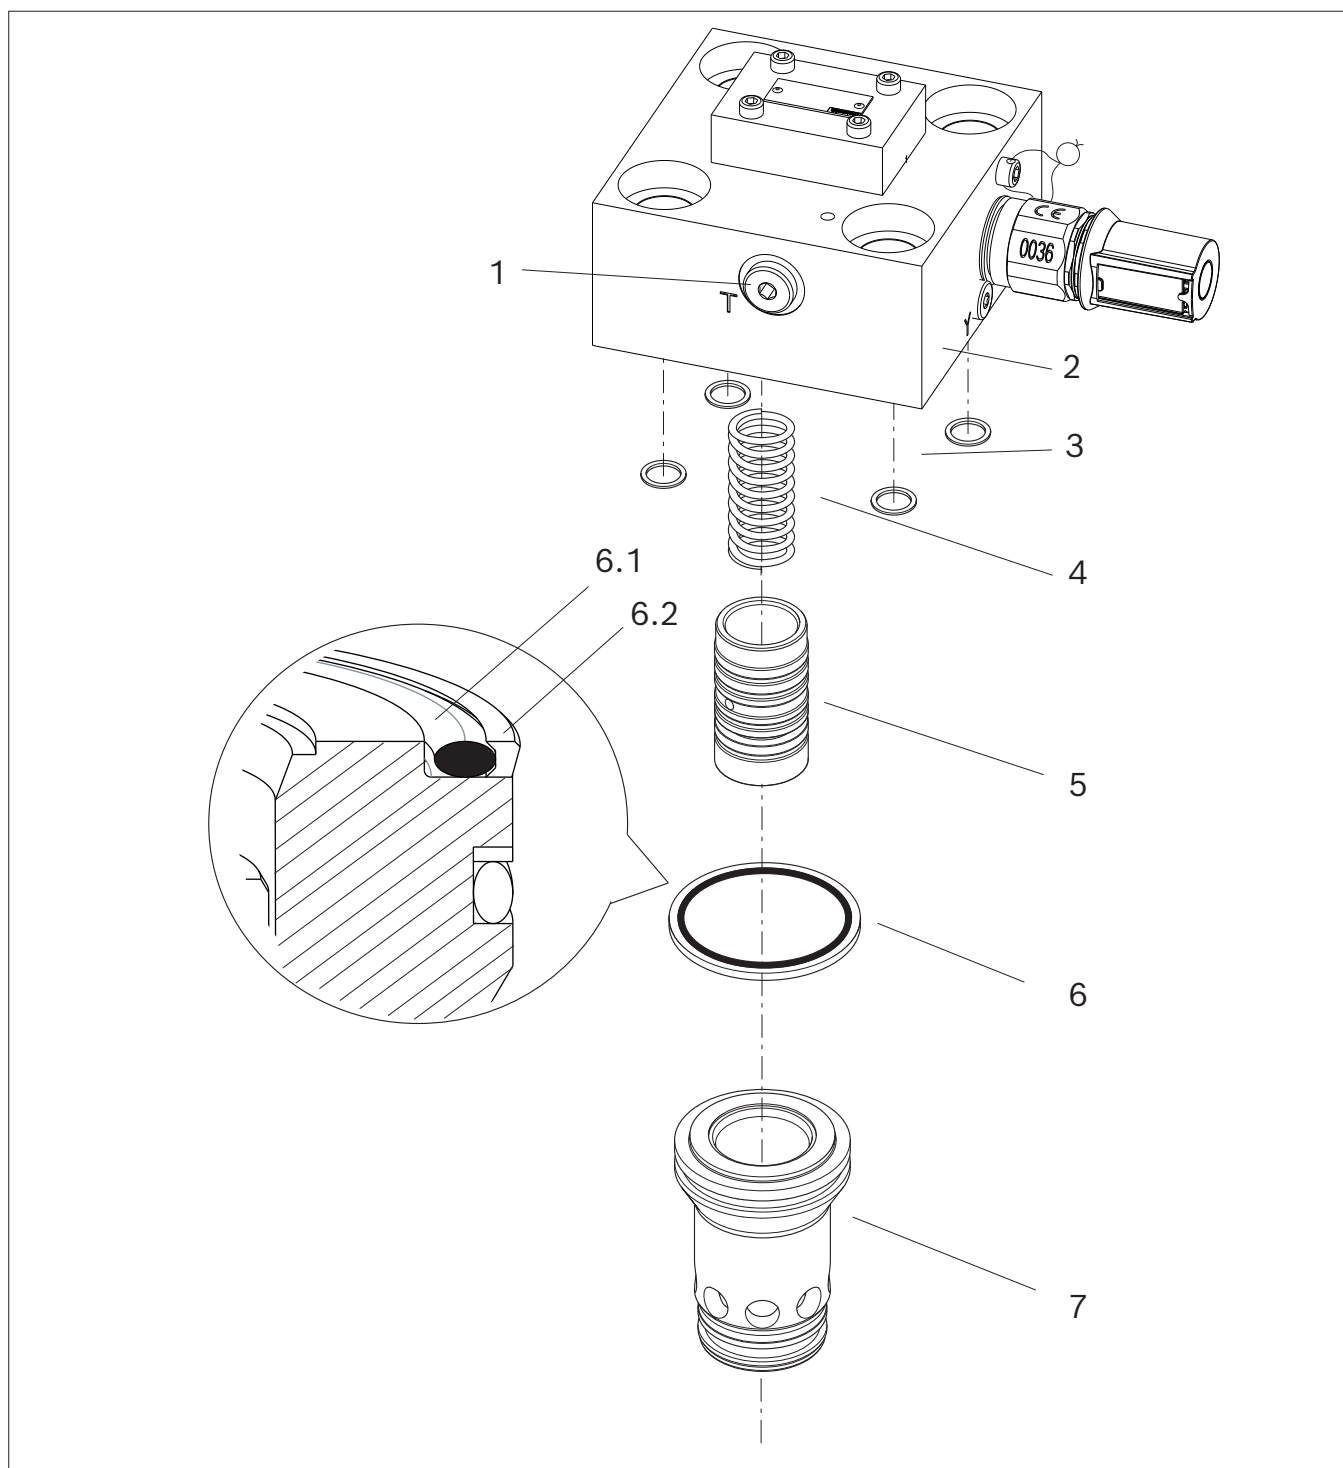

Fig. 3 : Vue éclatée LFA40DBW2-7X/...E
ATTENTION ! Pièces pouvant tomber ! Risque de blessure ! L'embout et le piston à ressort qu'il contient sont enfichés en vrac l'un dans l'autre (cf. élément **4**, **5** et **7**, fig. 3). En cas d'ouverture inappropriée de l'emballage ou lors du transport, le piston à ressort peut tomber et provoquer des blessures ou s'endommager.
5. Placer l'embout (cf. élément **7**, fig. 3) avec précaution dans le trou de montage et appuyer jusqu'au bout.
6. Veiller à ce que le ressort de pression soit utilisé (cf. élément **4** et **5**, fig. 3)
7. Veiller à ce que le joint axial (cf. élément **6**, fig. 3) soit posé **correctement** dans la surface d'assemblage du distributeur.
- Vérifier si les joints des canaux de l'huile de commande (voir élément **3**, fig. 3) sont tous là et s'ils sont endommagés.
Attention ! Chute de composants non fixés ! Le couvercle de commande se trouve sur la face du ressort de pression (cf. éléments **2** et **4**, fig. 3). Un positionnement incorrect peut faire tomber le couvercle de commande et endommager les composants.
En option, il est également possible d'utiliser le raccord du réservoir externe (T) (cf. élément 1, fig. 3) à la place du canal d'huile de commande interne "Y".